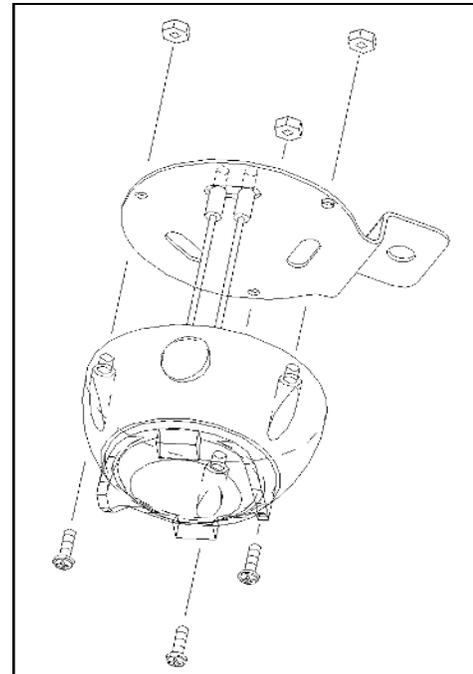

Fig. 1
1. Attachez la lumière du dôme au support à l'aide de trois vis et écrous longs #6-32 x 1/2 po fournis. Voir fig. 1.